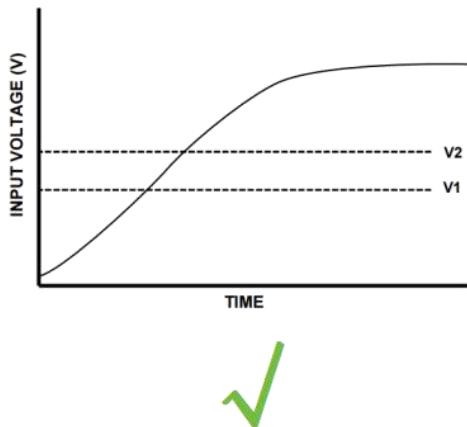
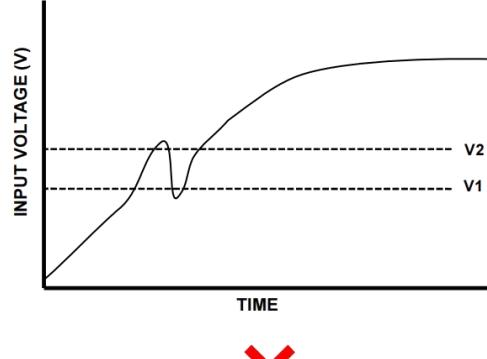

图 3-18 单调性电源
图 3-19 非单调性电源
iSMK 和 FD1X5 系列驱动器在进行电源上电时必须使用图 3-18 所示的单调性电源，如果使用了图 3-19 所示的非单调性电源，在偏差接近任何阈值电压时，非单调性斜坡可能会引起驱动器启动异常等问题，从而发生错误故障。
- 图 3-18 和图 3-19 中标注的 V1 表示 10V 电压，V2 表示 17V 电压。